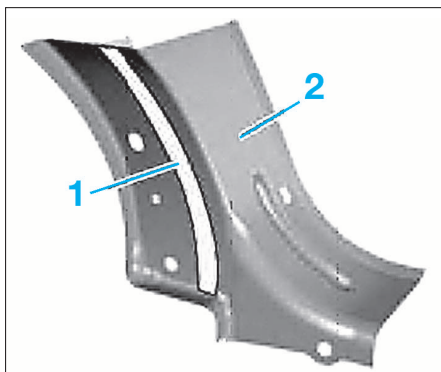

FIG. 30
- Dépointer les points de soudure dans la zone (1) (Fig.30) (un ou deux côtés selon les dommages).